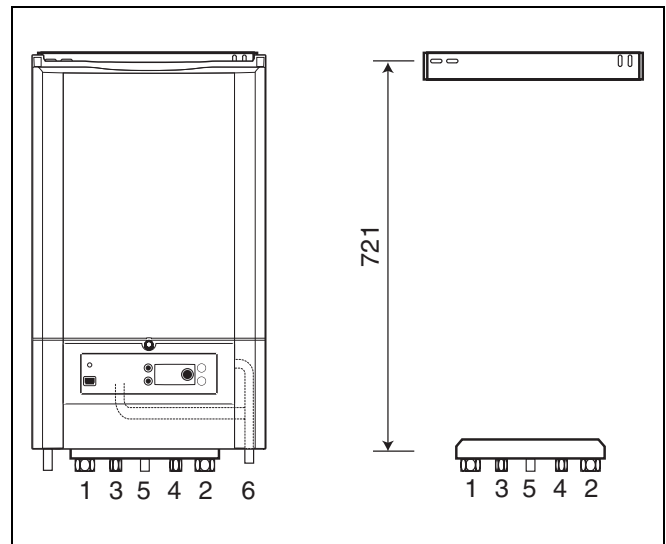

Fig. 5 *Plăcuțe de montaj și racorduri*
- Se montează elementele de cuplare (1 și 2: G $\frac{3}{4}$ ", 3 și 4: G $\frac{1}{2}$ " și 5 (gaz): G1" dimensiunea exterioară) la cazan (Fig. 5).
- Se racordează cazanul la partea de jos a plăcuței de montaj (Fig. 5).
Racordurile pentru conductele de tur, retur ale instalației de încălzire se află la partea inferioară a cazanului (Fig. 5).
Cazanul poate fi racordat indirect la un boiler (Fig. 5, Poz. 3 și 4).
În cazul în care nu este racordat nici un boiler la cazanul de încălzire, trebuie să fie montată la racordurile VK și RS (Fig. 5, Poz. 3 și 4) o conductă de by pass (opțiune).
Cazanul cu conducta de scurgere de Ø 30 mm este echipat pe partea de circuit de încălzire cu o supapă de siguranță (Fig. 5, Poz. 7). Conducta de scurgere a supapei de siguranță se află în partea dreaptă inferioară a cazanului. Conducta de scurgere a supapei de siguranță are un diametru de Ø 30 mm sau mai mare și trebuie racordată la rețeaua de deversare. La utilizarea acestuia nu mai este necesară o supapă de siguranță în instalație.